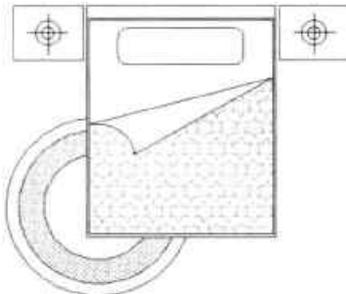

图7-78 填充圆形地毯
- Step12** 执行“偏移”和“图案填充”命令，完成圆形地毯的填充，如图7-78所示。